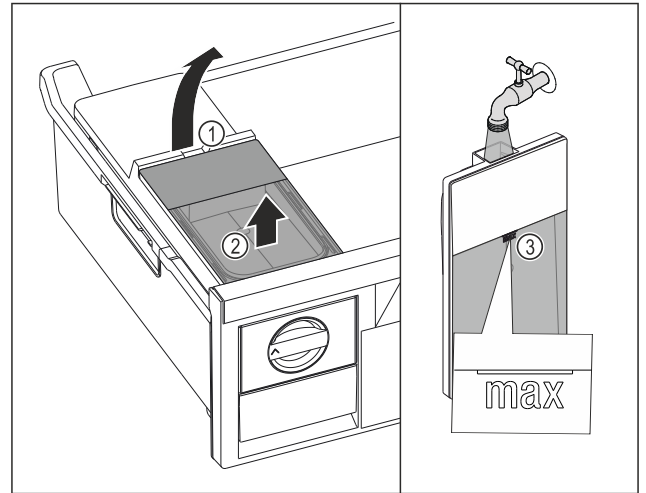

Fig. 29
- Sollevare il serbatoio dell'acqua dalla cavità Fig. 29 (1).
- Rimuovere il serbatoio dell'acqua estraendolo verso l'alto. Fig. 29 (2)
- Riempire il serbatoio dell'acqua con acqua potabile fino al contrassegno Fig. 29 (3).